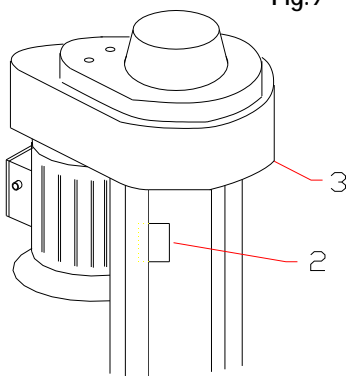

Fig.10
- Om er voor te zorgen dat de heftafel in de bovenste positie stopt is een eindschakelaar gemonteerd (2) en een stalen plaat aan de bovenzijde van de kolom(Fig.10).